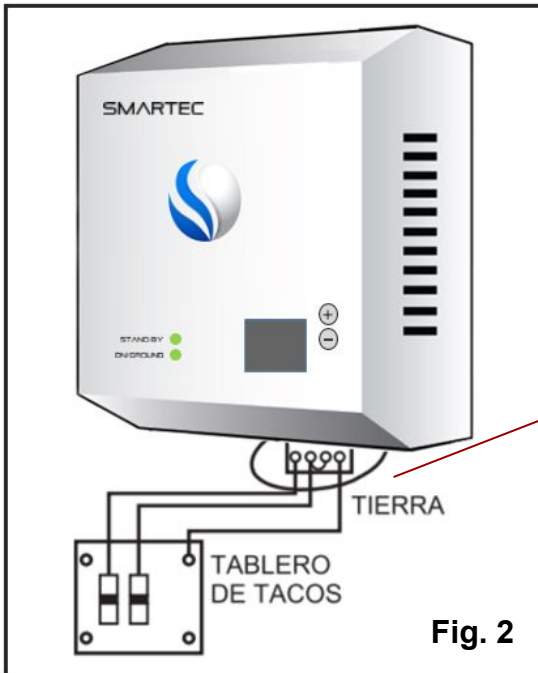

Fig. 2
- 1) Instale hasta el calentador dos líneas de alambre No. 8 (Fig. 2)
- 2) Haga un puente entre las fases 2 y 3, tal como lo muestra la Fig. 2